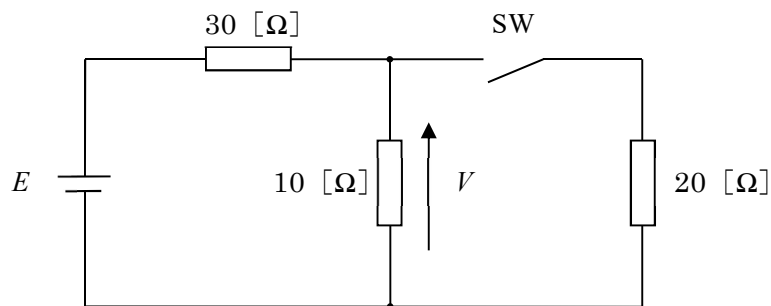

図 1－1
- (1) 図 1－1 に示す電気回路においてスイッチ SW が閉じているとき、 $10\text{ }[\Omega]$ の抵抗に掛かる電圧 V は $40\text{ }[\text{V}]$ である。このとき抵抗 $20\text{ }[\Omega]$ に流れる電流は(①) $[\text{A}]$ である。次に電圧 $E\text{ }[\text{V}]$ を変えずにスイッチ SW を開いたとき、 $10\text{ }[\Omega]$ の抵抗に掛かる電圧 V は(②) $[\text{V}]$ である。